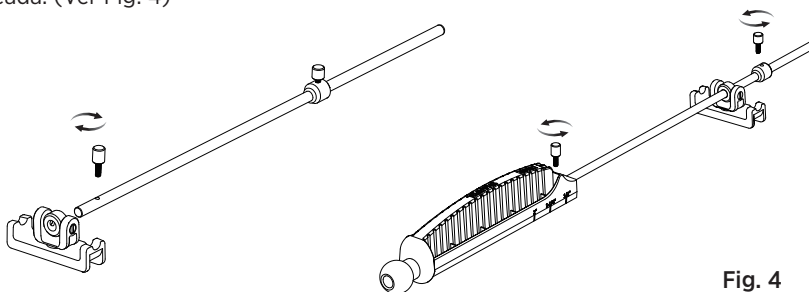

Fig. 4
4. **Nota:** Por favor, retire los tapones de protección negros de ambos extremos antes de usarlos; protegen la barra guía durante el transporte. Afloje el tornillo de la barra guía de afilado e inserte la barra a través de la articulación de bisagra. Conecte la barra guía de afilado a la placa abrasiva y apriete firmemente el tornillo. Ajuste la posición del limitador de la placa abrasiva según sea necesario para establecer la distancia de afilado deseada. (Ver Fig. 4)